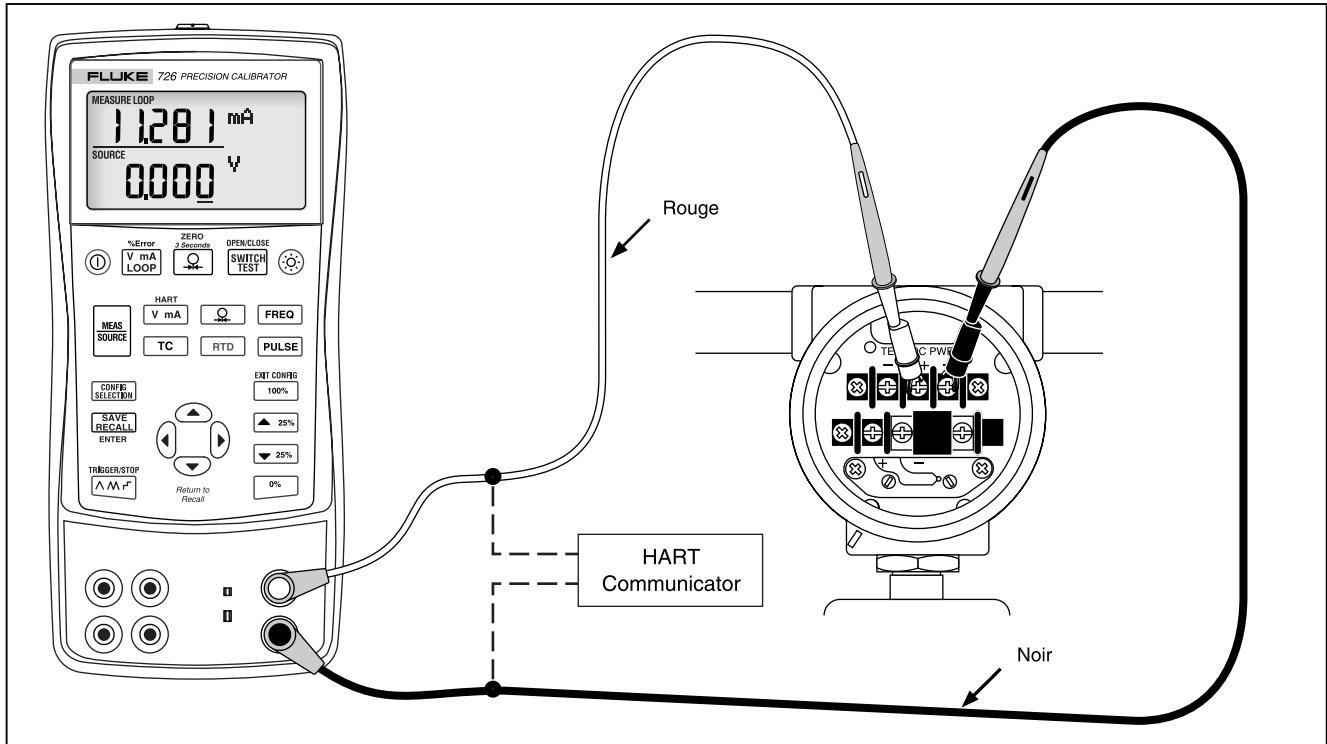

Figure 8. Branchements pour la fourniture de l'alimentation de boucle
1. Reliez le calibrateur aux bornes de la boucle de courant du transmetteur conformément à la figure 8.